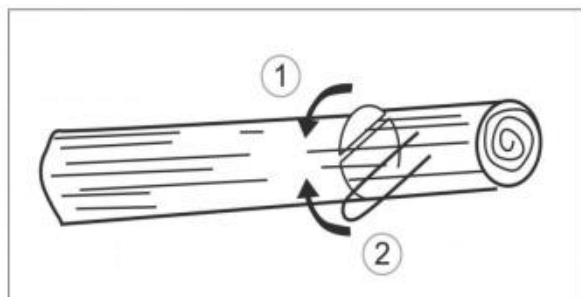

Fig. 22
15. W przypadku, gdy pień jest podparty na obu końcach, należy najpierw odciąć od góry 1/3 średnicy pnia, aby uniknąć rozdławiania. Następnie zakończ cięcie od dołu tak, aby pokrywało się z pierwszym cięciem, unikając zakleszczenia (rys. 22).